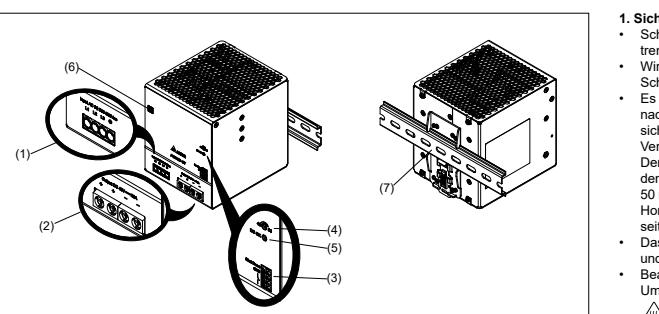

Figure 1
### 4.1. Anschluss der Eingangsklemmen (Abb. 1 (1), Abb. 6)
#### 2. Description de l'appareil (Fig. 1)